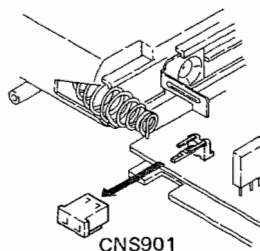

Figure 8-4
4. Remove one socket from the power P.W.B. located at the lower of the back cabinet. See Fig. 8-4.
4. Die einzelne Steckbuchsenverbindung von der Spannungsversorgungsleiterplatte, die im unteren Teil des Rückgehäuses untergebracht ist, entsprechend herausziehen. Siehe Abbildung 8-4.
4. Enlever une douille de la plaquette de montage imprimé d'alimentation située à la partie inférieure du coffret arrière. Voir la Figure 8-4.